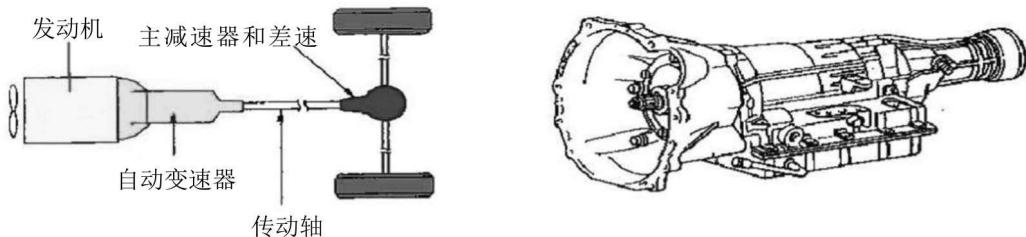

图 1-3 前置后驱自动变速器
(2) 前置后驱动自动变速器 (FR 型或 RWD 型)。这种变速器仅使用在后轮驱动的轿车上，通常发动机呈纵向布置。这类变速器内部仅有变速机构。主减速器和差速器均装备在后驱动桥上。如图 1-3 所示。